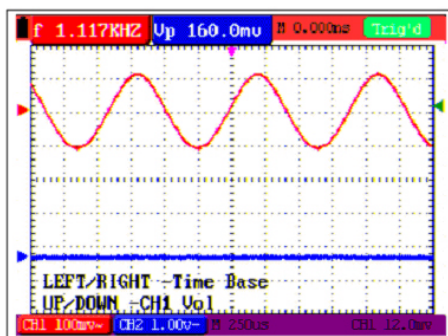

Figura 4.- Escala de unidad de voltaje de Canal 1.
1. Presione una vez la tecla “OSC OPTION”; la siguiente información aparecerá en la esquina inferior izquierda de la pantalla, como se muestra en la Figura 4.